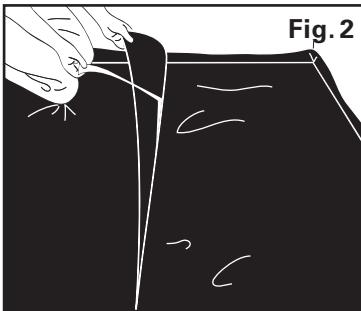
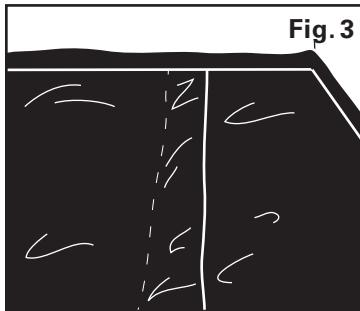

Fig. 2
Fig. 3
3. If needed, lay the second row of film alongside the first. Make sure that the overlapping film lies on top of the original sheet. Fold back the overlap to expose the peel and stick strip. (Fig. 2) Remove the white protective film from the adhesive strip, and press firmly into place (Fig 3).
3. Si nécessaire, posez la deuxième rangée de films à côté de la première. Veillez à ce que le film qui se chevauche repose sur la feuille d'origine. Repliez le film qui se chevauche pour exposer la bande autocollante. (Fig. 2.) Retirez le film de protection blanc de la bande adhésive et appuyez fermement en place (Fig. 3).
3. Si es necesario, coloque la segunda hilera de la lámina a lo largo de la primera. Asegúrese que la lámina para solapar quede sobre el doblado hacia atrás de la lámina original para exponer la tira para despegar y pegar. (Fig. 2) Despegue la lámina blanca de protección de la tira adhesiva y presione firmemente en su lugar (Fig. 3).